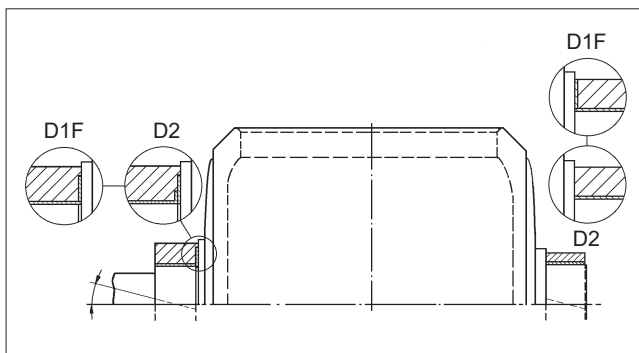

Fig. 13 Roulements en PTFE
- Placer les paliers (60, 61) sur les paliers de butée et de tourillon de manière à ce que la surface en PTFE soit en contact avec la tige. Voir Fig. 13.
- Pousser le roulement (60) dans le palier de butée (4).
- Tourner le palier (61) de façon à ce qu'il s'insère dans le palier du tourillon (5). Pousser le roulement jusqu'à ce que la lèvre affleure la rainure de la bride. Relâcher ensuite le roulement et pousser la lèvre dans la rainure.
- Lorsque vous installez le palier de butée (89), assurez-vous que la surface en PTFE est contre l'épaule de la bille.